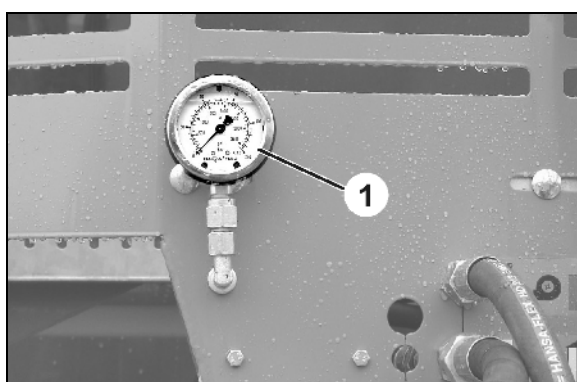

Рис. 116
2. Откройте заслонку (Рис. 116) и высыпьте посевной материал в лоток или подходящую емкость